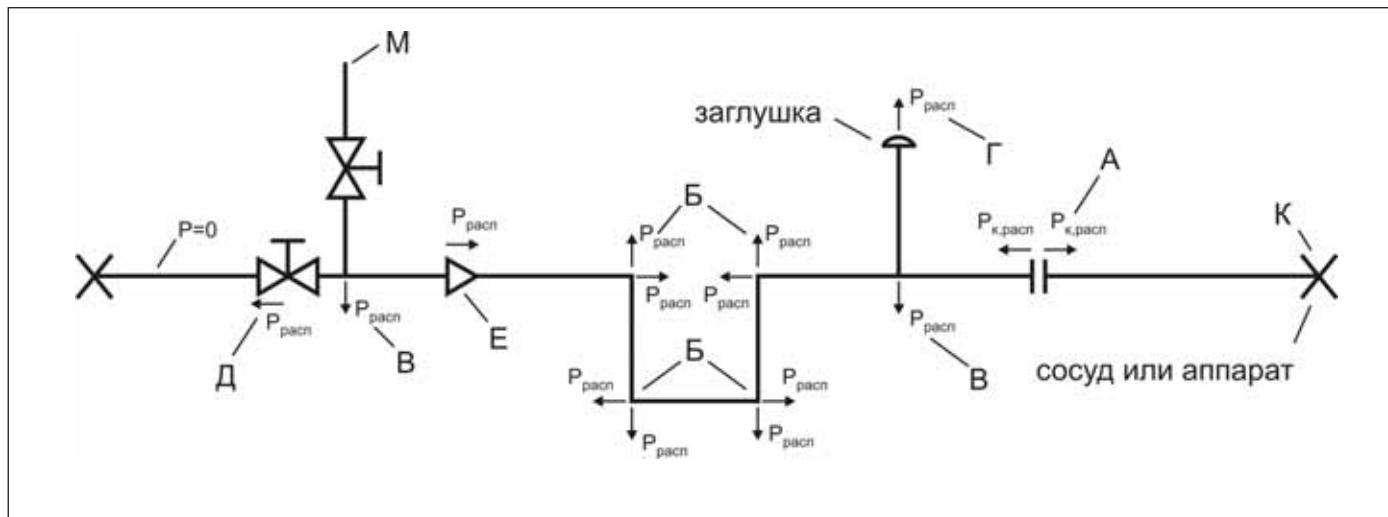
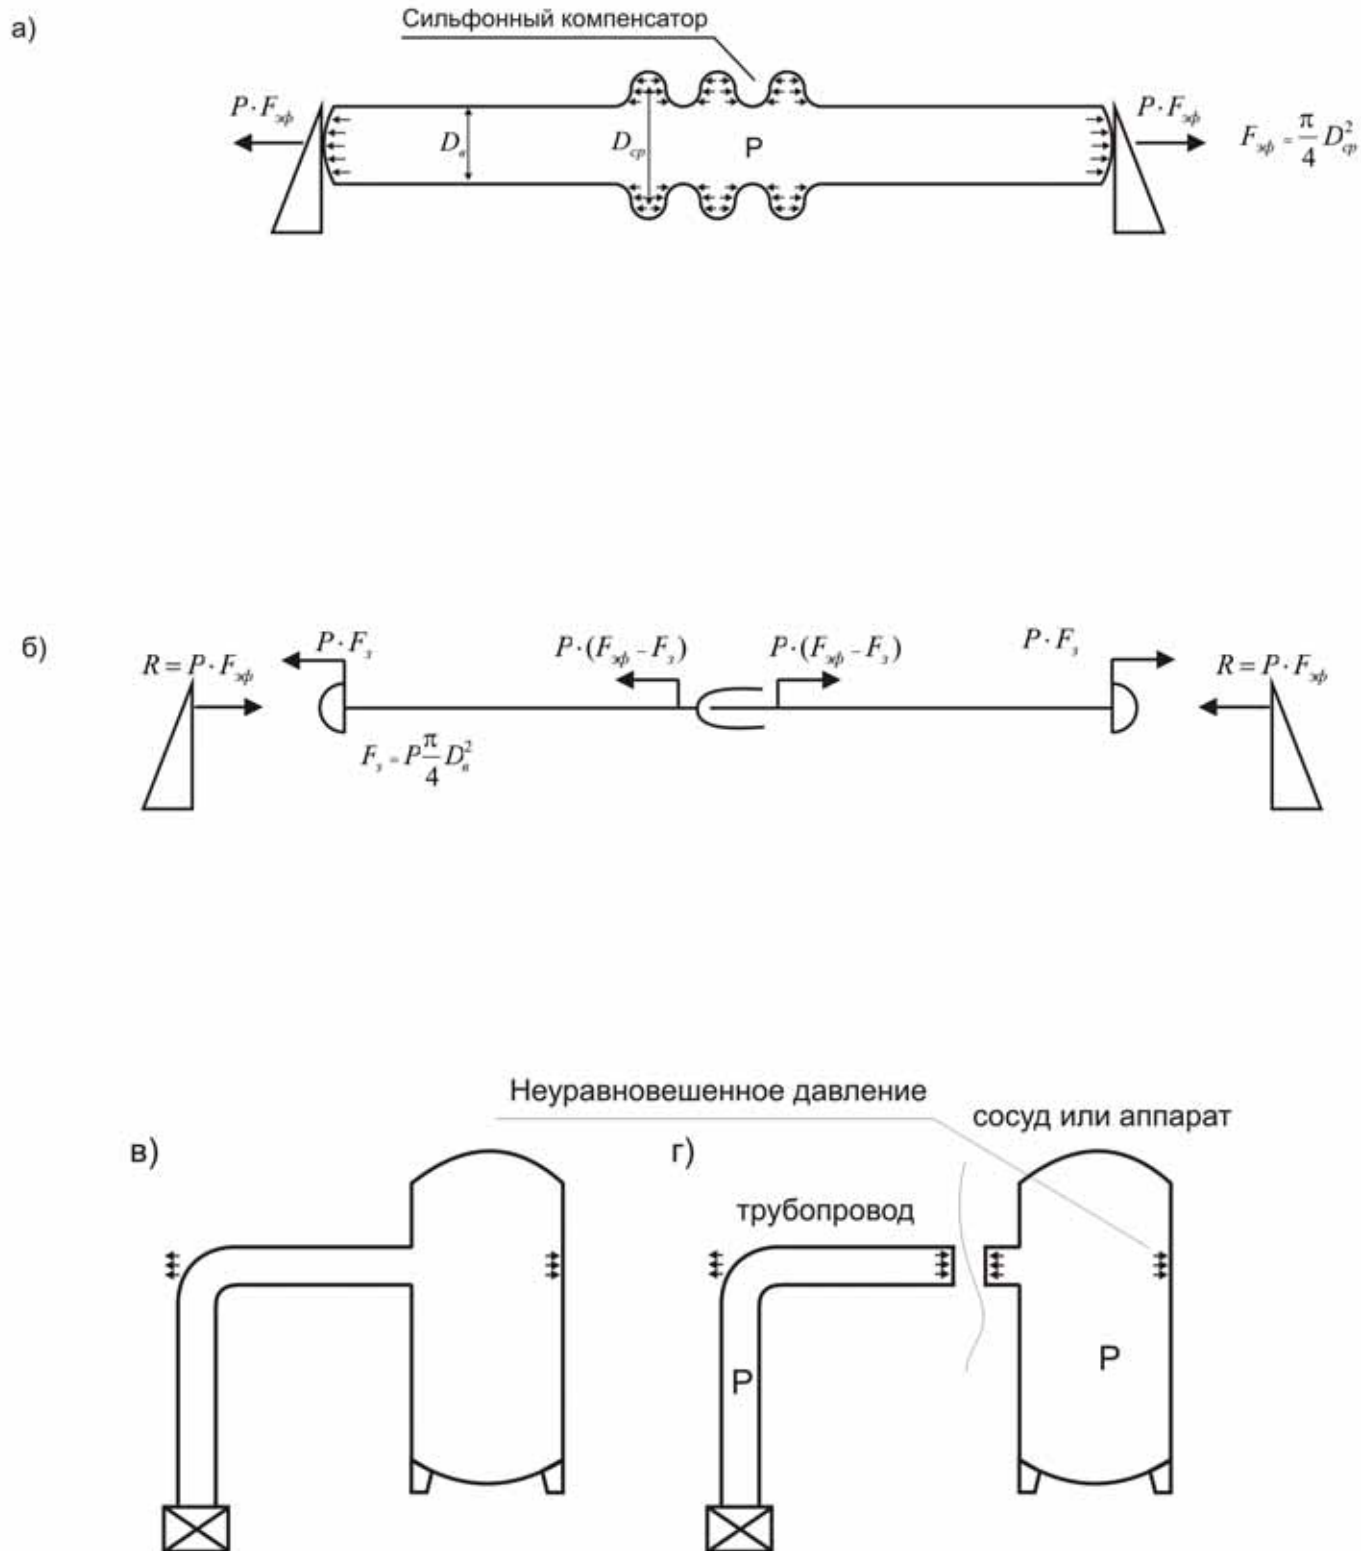

Рис. 3. Моделирование распорных усилий в программе СТАРТ
Рис. 4. Моделирование распорных усилий в программе СТАРТ
Как известно, от действия внутреннего давления на опоры трубопровода передаются нагрузки, обусловленные наличием неуравновешенных усилий от действия внутреннего давления [5], которые учитываются в программе СТАРТ. Эти нагрузки схематично представлены на рис. 3. Распорные усилия прикладываются в следующих узлах расчетной схемы:
- в незгруженных осевых компенсаторах (рис. 3, А);
- в углах поворота оси трассы (в отводах) (рис. 3, Б);
- в тройниках и врезках (рис. 3, В);
- в заглушках (рис. 3, Г);
- в закрытой запорной арматуре (рис. 3, Д);
- в переходах (рис. 3, Е).
- в незаглушенных концах трубопровода (выброс продукта в атмосферу, рис. 3, М).
Фактически в местах присоединения трубопровода к оборудованию (рис. 3, К и 4в) нет заглушки и распорные усилия от давления на заглушку уравновешены усилием от "пятна" внутреннего давления в самом аппарате $P \cdot F_3$ (рис. 4г), поэтому, на первый взгляд, распорное усилие прикладывать не следует. Однако это не так. Дело в том, что при расчете штуцера оборудования на внешние нагрузки и внутреннее давление расчет, как правило, производится с учетом давления на заглушку штуцера (в большинстве известных методик и программ это так). Следовательно, из условий равновесия, для получения нагрузок для проверки прочности штуцера следует также учитывать силу давления на заглушку. В программе СТАРТ во всех концевых
Особенно большие нагрузки на оборудование от давления получаются в системах с осевыми незгруженными сильфонными и линзовыми компенсаторами. От внутреннего давления возникают неуравновешенные силы, действующие на заглушки и гофры сильфонных и линзовых компенсаторов (рис. 4а). Если трубопровод зажат между опорами, то, не имея возможности растянуться, он передает распорные усилия на опоры (рис. 4б).